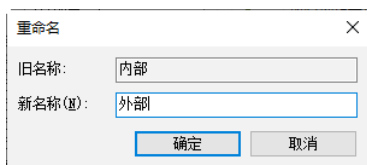

图 1-72 “重命名”对话框
(3) 选择过滤器，单击“复制”按钮，复制的新过滤器将显示在“过滤器”列表中，然后单击“重命名”按钮，打开“重命名”对话框，输入新名称，如图 1-72 所示，单击“确定”按钮。